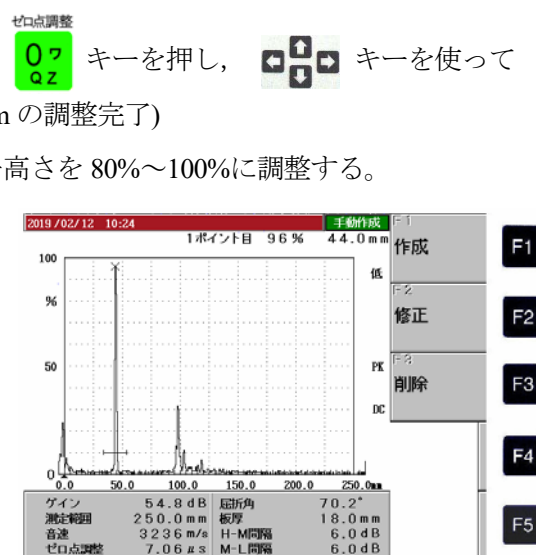

図 7 DAC 作成画面
⑥STB-A2 φ4T4 の 0.5S の最大エコーを検出し、エコー高さを 80%~100%に調整する。
⑦ 4タ キーを押して DAC モードに入ると、図 7 のように、作成、修正、削除が表示される。
⑧まず、 F1 (作成)キーを押して作成モードに入る。